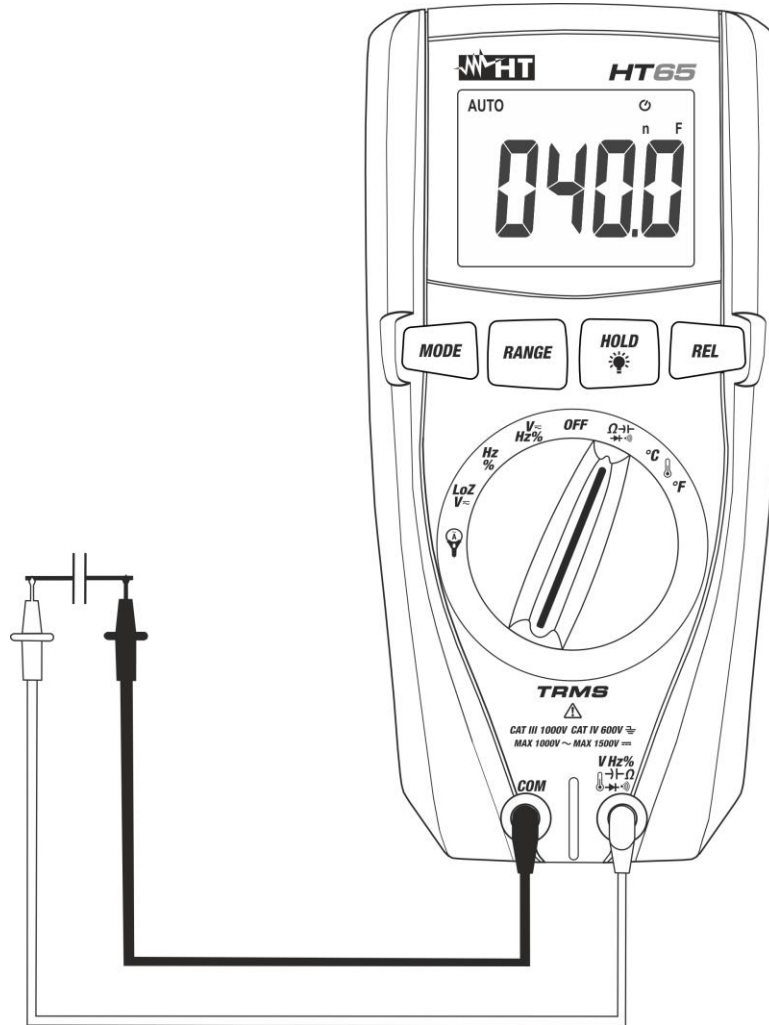

Fig. 8: Uso del instrumento para medida de Capacidad
5. Posicione las puntas de prueba en los extremos del condensador en examen respetando eventualmente las polaridades positivas (cable rojo) y negativas (cable negro) (vea Fig. 8). El valor de la capacidad se muestra en pantalla. **En función de valor de la capacidad a medir, el instrumento podría tardar aproximadamente sobre 20s antes de mostrar el valor final correcto**